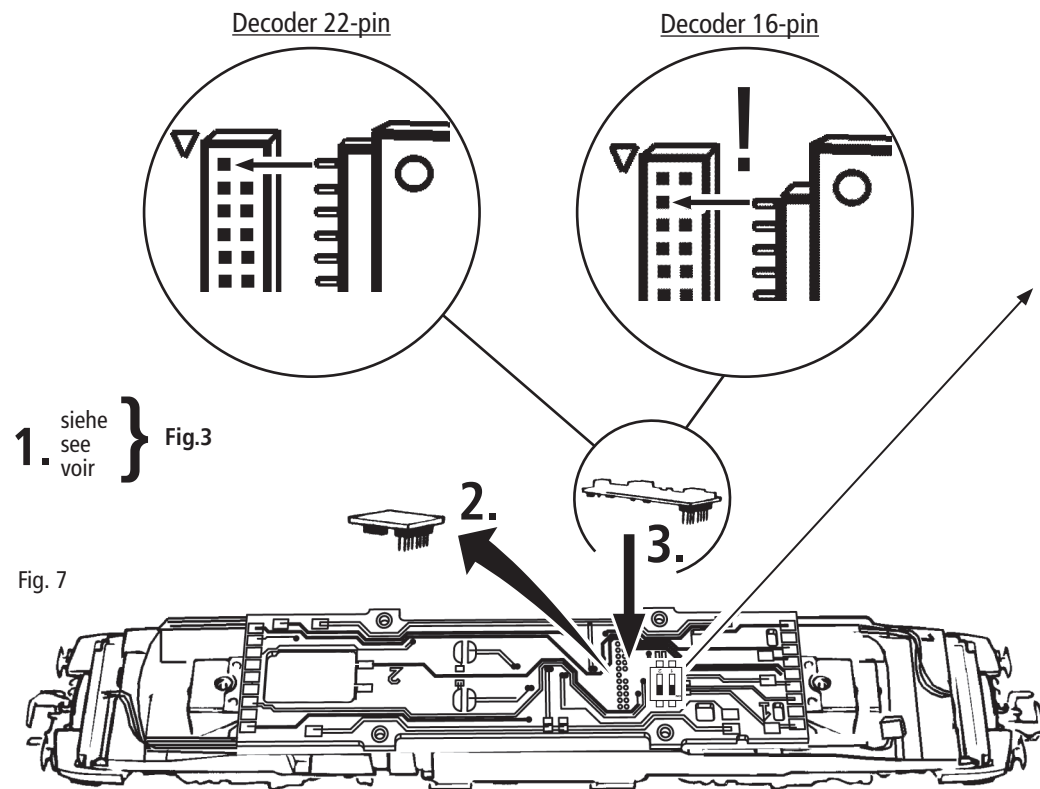

Fig. 8
2. Schmierung: Versehen Sie die im Schmierplan in Fig. 8 gekennzeichneten Stellen mit nur **kleinen Öltropfen**. Dazu zuerst das Lokgehäuse abnehmen (Fig. 3). Wir empfehlen den **ROCO Öler Art.-Nr. 10906**. Fürs Schmieren der Getriebeteile (Zahnräder, Schnecke) empfehlen wir das **ROCO-Spezialfett Art.-Nr. 10905**. Im Falle der Schmierung diese Teile **nicht ölen**.
2. Lubrication: Apply **tiny oil drops** to spots marked in fig. 8. Prior to lubrication dismantle locomotive (fig. 3). We recommend using item no. **10906, Roco oiler**. For lubrication the gearparts (e.g. cogwheels, worm) we would recommend our Roco **special grease** (item no. **10905**).
2. Graissage: N'appliquez **qu'une toute petite goutte** aux endroits indiqués par le plan de graissage (fig. 8) après avoir démonté la caisse de la locomotive (fig. 3). Nous vous recommandons le **graisseur à huile Roco réf. 10906**. Pour graisser les engrenages (roues dentées, vis sans fin) nous vous conseillons la **graisse spéciale Roco réf. 10905** pour engrenages en matières synthétiques. Lorsque vous utilisez cette graisse il faut éviter d'huiler ces composants.